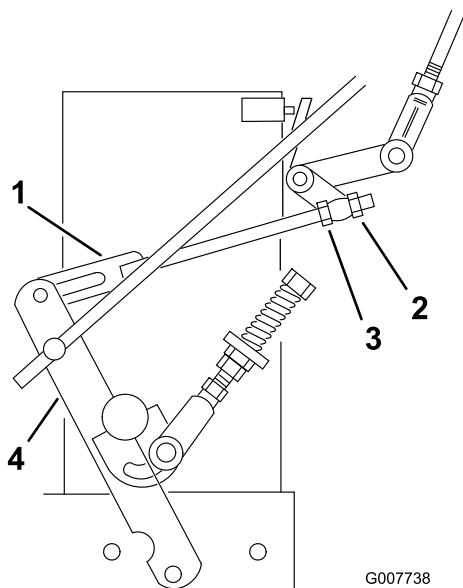

Figura 36
8. Desaperte a porca de ajuste dianteira na ligação de controlo hidráulico esquerda, como se mostra na Figura 36.
9. Rode a porca de ajuste traseira esquerda no sentido contrário ao dos ponteiros do relógio até a roda rodar para a frente (Figura 36).
10. Rode a porca de ajuste traseira no sentido dos ponteiros do relógio 1/4 de volta de cada vez. Em seguida, mova a alavanca de controlo de velocidade para a frente e volte para a posição de PONTO MORTO. Repita isto até a roda esquerda parar de rodar para a frente (Figura 36).